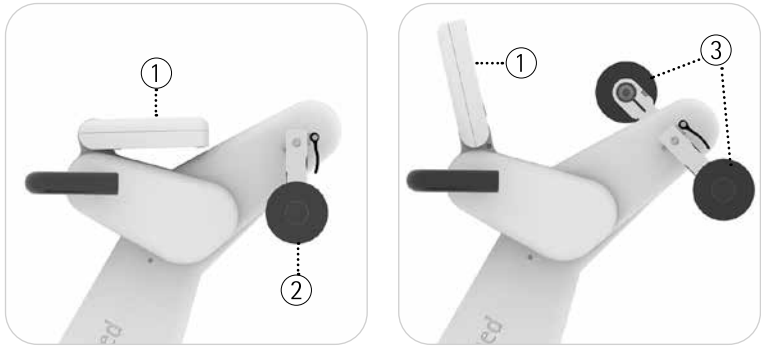

Bild 4.4, 4.5
- se bild 4.4, 4.5 Fäll upp kontrollpanelen ① till anslaget. Du kan även luta kontrollpanelen ① så långt framåt som du vill.
- Sida 47 För arm-/överkroppsträning för du handtagen till motsatta positioner ③.
- Sida 45 För benträning låter du handtagen vara i stopposition ②.